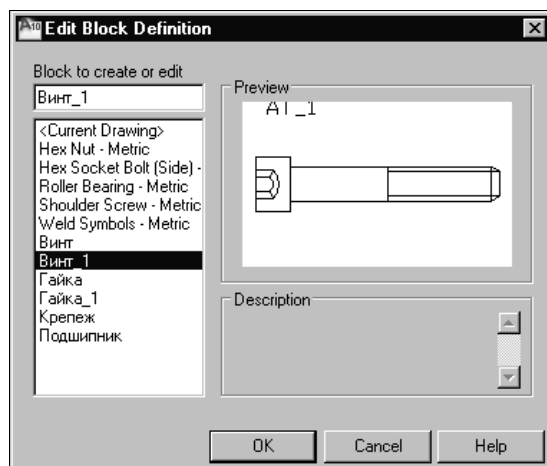

Рис. 17.2. Диалоговое окно для выбора блока, вызываемого в редактор блоков
Block Editor (Редактор блоков). В этом случае появится сначала диалоговое окно **Edit Block Definition** (Редактирование определения блока) (рис. 17.2). В нем выбирается нужный блок из числа имеющихся в рисунке, а после щелчка на кнопке **OK** этот блок открывается в редакторе.
1. Нарисуйте геометрию блока в области рисования окна приложения или в редакторе динамических блоков. В последнем случае сначала вызывается редактор блоков и ему присваивается имя в диалоговом окне **Edit Block Definition** (Редактирование определения блока) (см. рис. 17.2).